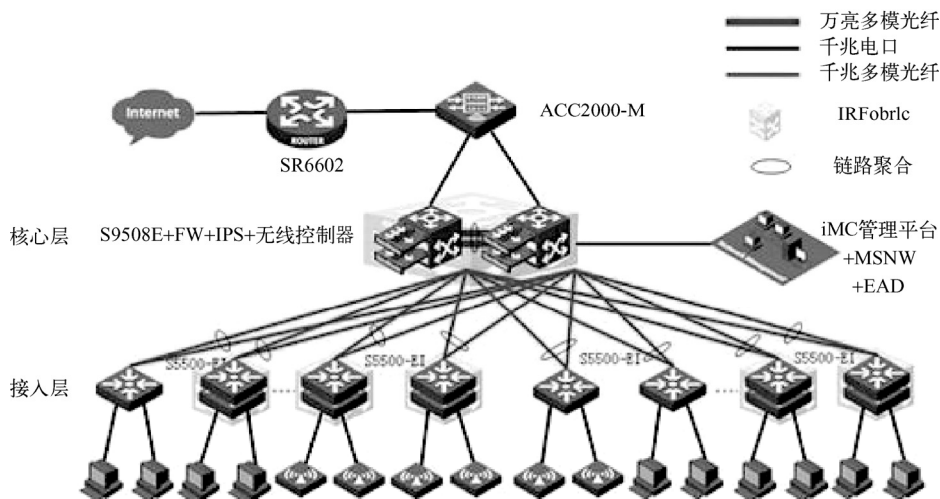

图 7-4 高速网络阶段
(4) 高速网络技术。进入 20 世纪 90 年代，计算机网络开始进入其发展的第四代时期（见图 7-4），其主要标志可归纳为：网络传输介质的光纤化、信息高速公路的建设、多媒体网络及宽带综合业务数字网的开发和应用、智能网络的发展，比计算机网络更高级的分布式系统的研究，促使高速网络技术飞速发展，相继出现高速以太网、光纤分布式数据接口 FDDI、快速分组交换，包括帧中继、异步转移模式等。